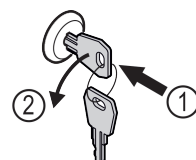

Fig. 176
- Introducir la llave. Fig. 176 (1)
- Girar la llave 90° en sentido antihorario. Fig. 176 (2)